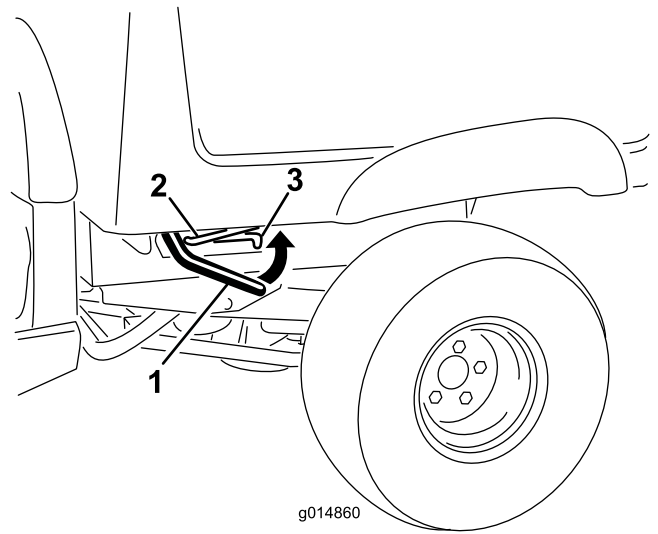

Figure 1
1. Levez le levier de verrouillage situé de chaque côté près du coin avant du plateau, et relevez complètement le plateau (Figure 1).
2. Bloquez le plateau en tirant la béquille dans le cran de verrouillage au bout de la fente située dans le cadre gauche de la machine (Figure 1).
9. Levez le levier de verrouillage situé de chaque côté près du coin avant du plateau (Figure 1).